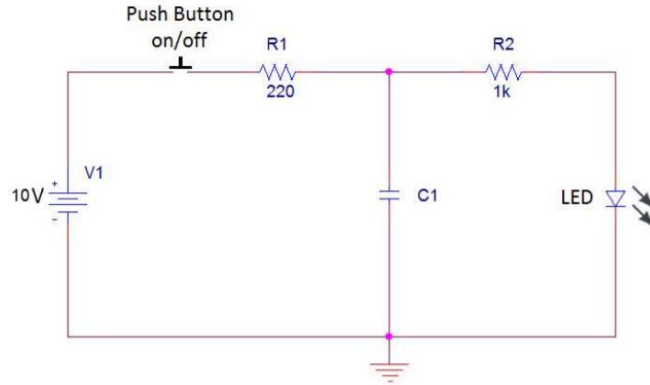

Figura 1. Circuito de almacenamiento capacitivo con diodo LED.
2.1.1. El circuito de la figura 1 tiene el siguiente funcionamiento: